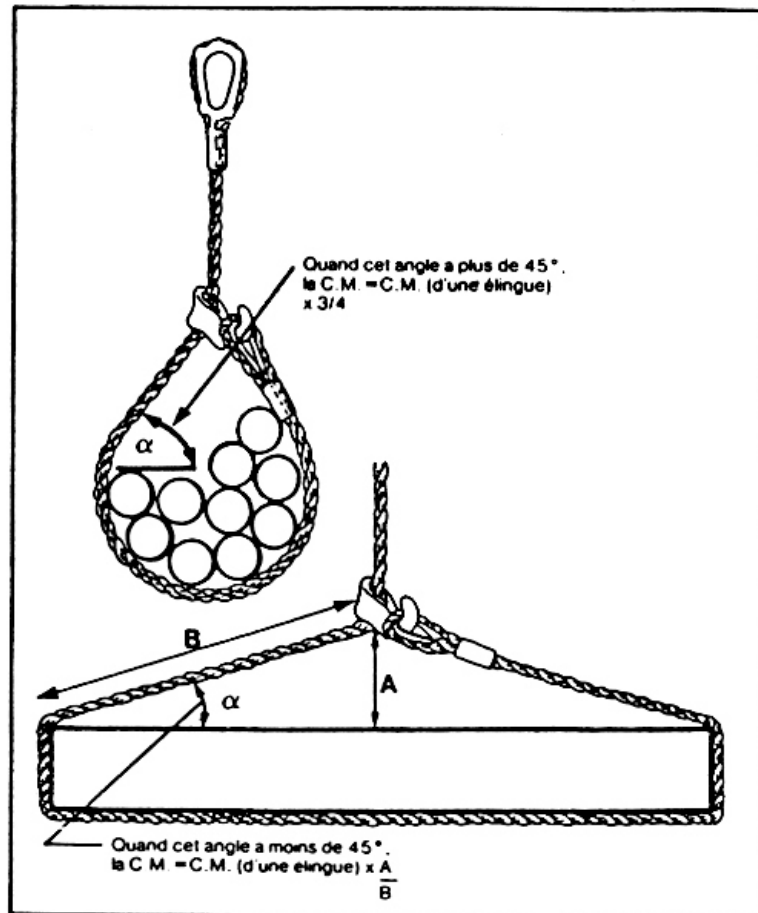

Figure 8 – Evaluation de la capacité d'une attache à étranglement
- **Attache à étranglement** (voir figure 8)